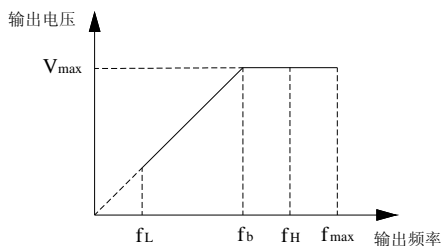

图 F1-1 电压与频率示意图
最大输出频率是变频器允许输出的最高频率，是加减速时间设定的基准，如下图所示的 f_{max} ；基本运行频率是变频器输出最高电压时对应的最小频率，一般是电机的额定频率，如下图所示的 f_b ；最大输出电压 V_{max} 是变频器输出基本运行频率时，对应的输出电压，一般是电机的额定电压；如下图所示的 V_{max} ； f_H 、 f_L 分别定义为上限频率和下限频率，如图 F1-1 所示：
4. 最大输出频率、上限频率、下限频率的关系如上图 F1-1 所示，设置时请注意大小顺序。